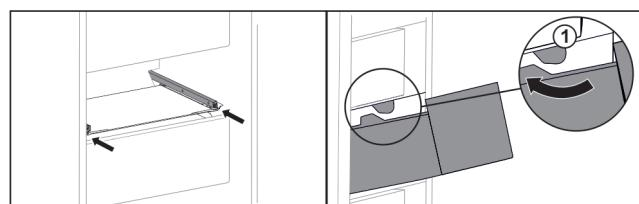

Fig. 31
- Vedte zásuvku podél zarážek Fig. 31 (1).*